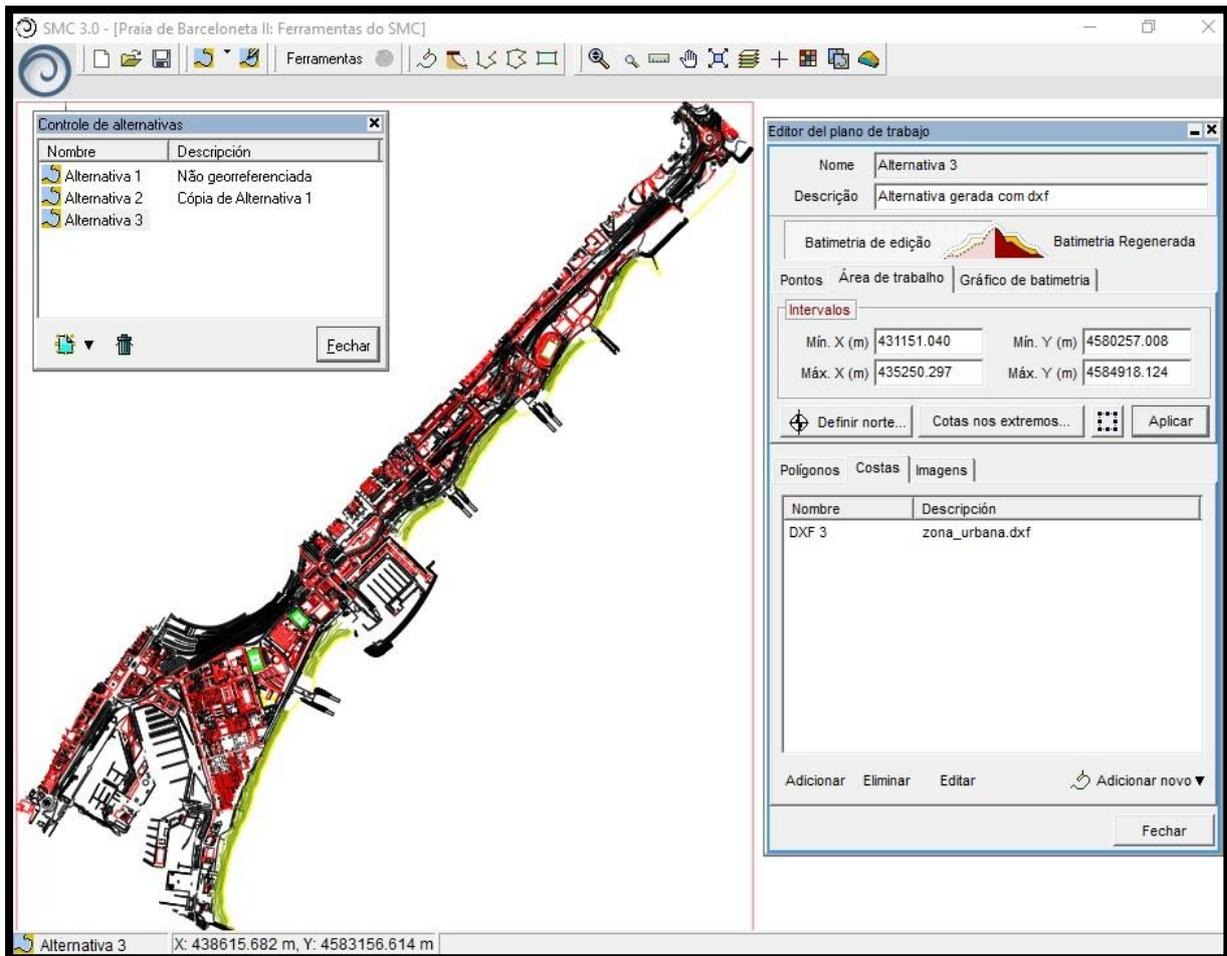

Figura 22 – Nova Alternativa a partir de um [.dxf].
- 62) Abrir o “Controle de alternativas” (1) e no botão “Criar alternativa” selecionar a opção “A partir de linha de costa...” (2);
- 64) Clicar no botão de “Importar contorno de costa” e selecionar “Importar DXF” (3);
- 65) Abrir o arquivo “zona_urbana.dxf” (4) que encontra-se localizado no diretório **C:|...|Dados_Praticas|Playa_Barceloneta_DATOS** e voltar à janela "Nova alternativa";
- 66) A seguir, clicar no botão “Detalhes” onde é possível estabelecer a direção Norte (neste caso, não é necessário modificá-lo). Selecionar “Aceitar” (5) e obter-se, sobre o plano da Alternativa 3, um contorno de costa a partir do arquivo [.dxf]. Assim, pode-se adicionar imagens, batimetrias de detalhe ou outras costas (Figura 22);